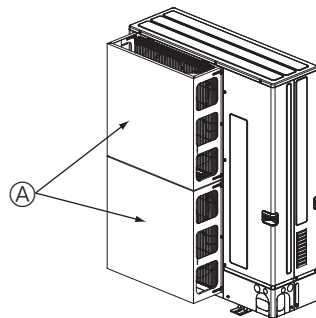

Fig. 2-5
- ② Installare una guida di protezione dell'aria opzionale se l'unità è installata in un luogo in cui forti venti provenienti da un tifone, ecc. possono entrare direttamente nell'uscita dell'aria. (Fig. 2-5)